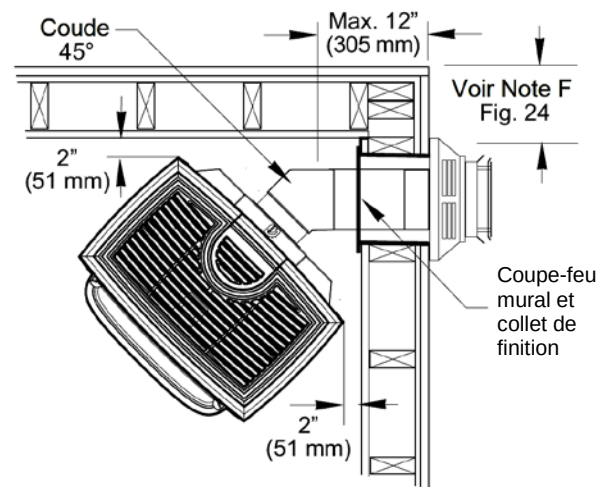

Figure 23. Installation en coin avec chapeau périscope (*Snorkel*) de 36 po.
- Un coude de 45° peut être utilisé pour une installation en coin, tel que montré à la figure 23.